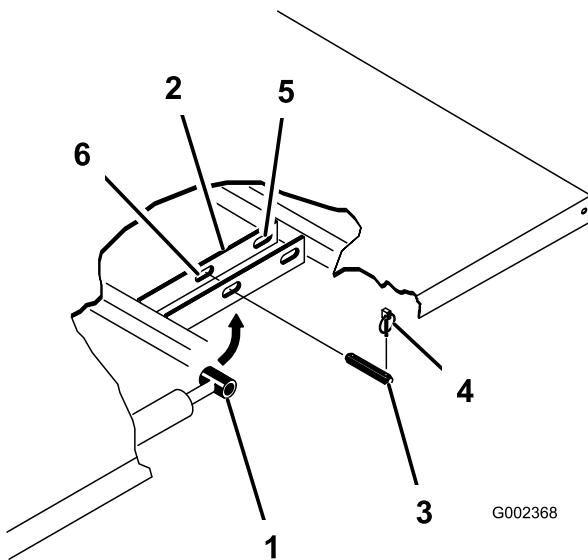

Figura 3
4. Retire os pinos de sujeição das extremidades exteriores dos pinos de forquilha da haste do cilindro (Figura 3).
- Retire os passadores de forquilha que prendem as extremidades da haste do cilindro nas placas de montagem da plataforma empurrando-os para o centro da máquina (Figura 3).